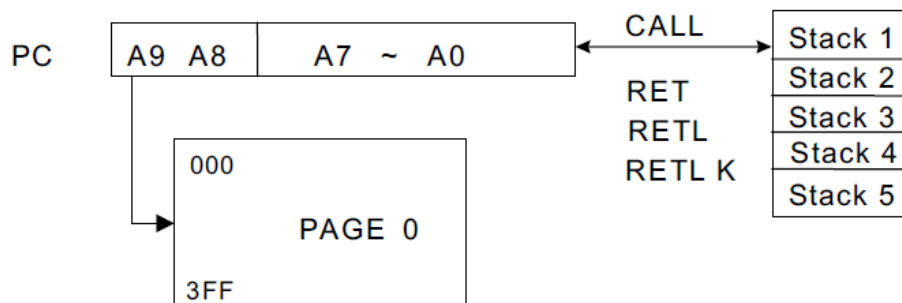

图 3 程序计数器结构图
- 根据控制器的类型, R2 和硬件堆栈为 10 位宽。参见图 3 所示的程序计数器结构图。